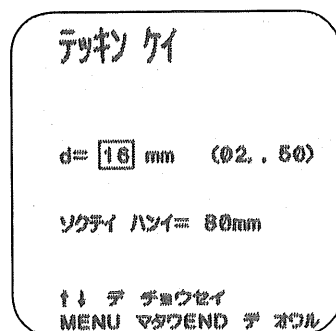

図5
7. 1. 鉄筋径の入力は、☐ テッキンケイにカーソルを合わせSTARTキーを押してください。図5が表示されます。